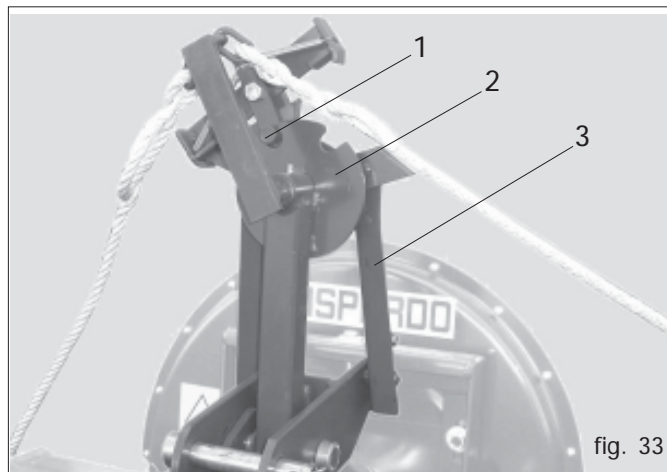

fig. 33
Il segnafile, viene abilitato a destra o a sinistra del trattore tramite un comando automatico (Fig. 33) azionato dal movimento del sollevatore del trattore. Per fare ciò è sufficiente alzare ed abbassare una volta il sollevatore del trattore.
Se il perno (1 Fig. 33) non si aggancia al disco (2) o viceversa non si sgancia dal medesimo, regolare in altezza i bracci (3). In posizione di lavoro, le corde devono essere ben tese.